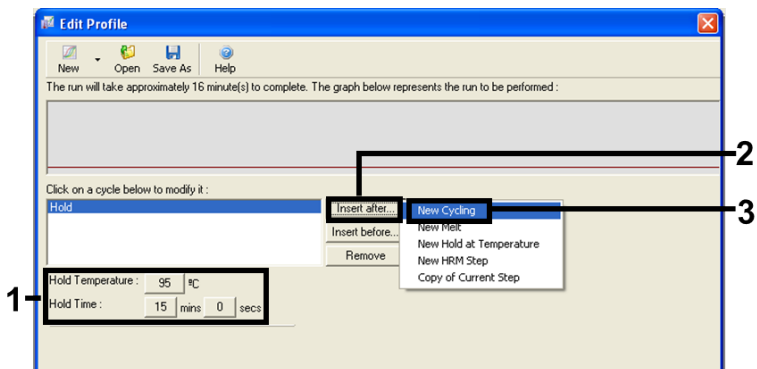

Figura 5. Passo inicial de incubação a 95 °C.
7. Defina o valor no campo Hold Temperature (Temperatura em espera) para 95 °C e o valor no campo Hold Time (Tempo em espera) para 15 mins 0 secs (15 min 0 s). Clique em Insert After (Inserir a seguir) e, em seguida, selecione New Cycling (Nova ciclagem) (Figura 5).